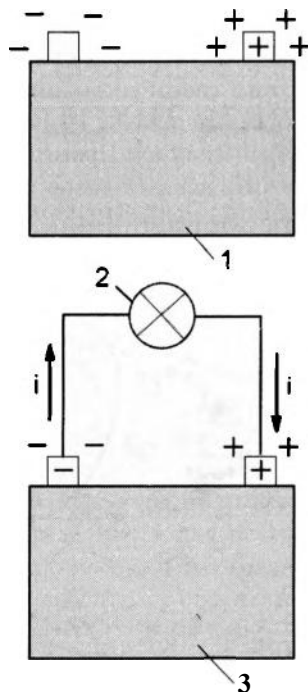

Рис. 1.2. Простейшая электрическая цепь.
Генератор — установка, которая производит электричество. Генератор имеет два полюса. Он снабжен устройством, которое создает избыток электронов на одном из полюсов и их недостаток на другом. Клемму с избытком электронов обозначают плюсом (+), а с недостатком — минусом (-) (рис. 1.2). Когда к клеммам подсоединяют прибор-потребитель (например, лампочку), генератор действует как насос для электронов: он втягивает положительные заряды и отталкивает отрицательные; другими словами, электри-
**Сила тока** (в формулах обозначается  $I$ ). Когда к генератору подключают лампочку (см. рис. 1.2), получается простейшая электрическая цепь. Поток электронов течет через провода и нить накаливания лампочки. Сила тока измеряется в **амперах** (А).